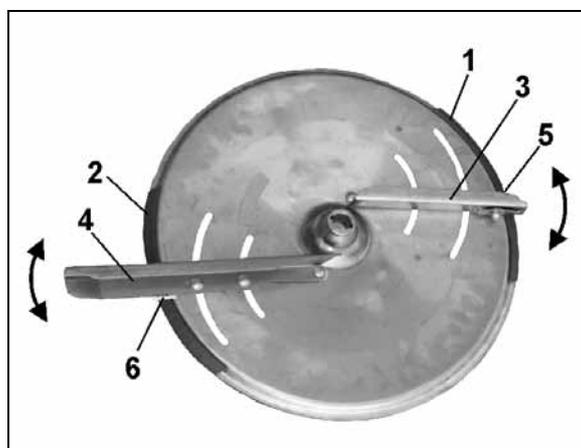

Fig. 54
- A la pala más corta (Fig. 54/3) le está asignada la escala (Fig. 54/1) con los valores de 5 hasta 28 y a la pala de dispersión más larga (Fig. 54/4) la escala (Fig. 54/2) con los valores de 35 hasta 55..
- El giro de las palas de dispersión a un valor mayor de la escala (Fig. 54/1 o bien Fig. 54/2) causa un aumento del ancho de trabajo.
3. Buscar en la escala (Fig. 54/1) el valor de escala para la posición de la pala de dispersión **corta**.
4. Girar el borde de lectura (Fig. 54/5) de la pala **corta** (Fig. 54/3) sobre el valor de la escala y **apretar nuevamente la tuerca mariposa**.
5. Buscar en la escala (Fig. 54/2) el valor de escala para la posición de la pala de dispersión larga.
6. Girar el borde de lectura (Fig. 54/6) de la pala larga (Fig. 54/4) sobre el valor de la escala y apretar nuevamente la tuerca mariposa.